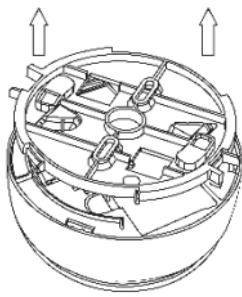

Figura 1
2. Ruotare e rimuovere la staffa di fissaggio della sirena (*vedi Figura 1*).